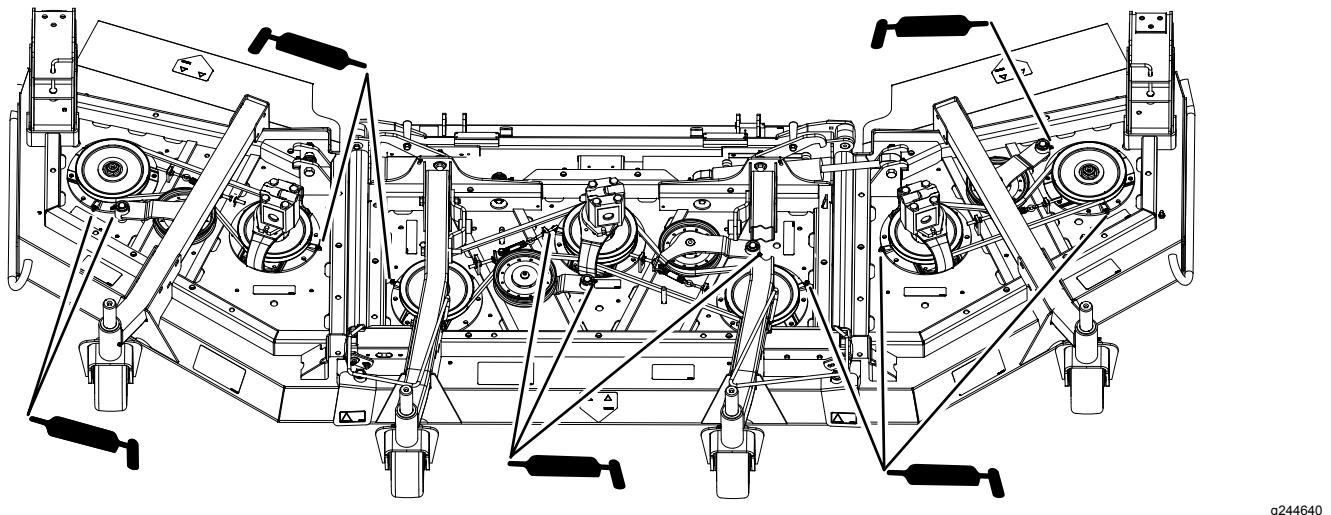

Figura 81
- 3 cuscinetti dell'asse del mandrino – situati sotto la puleggia (Figura 81)
- 2 boccole orientabili del braccio di rinvio (Figura 81)